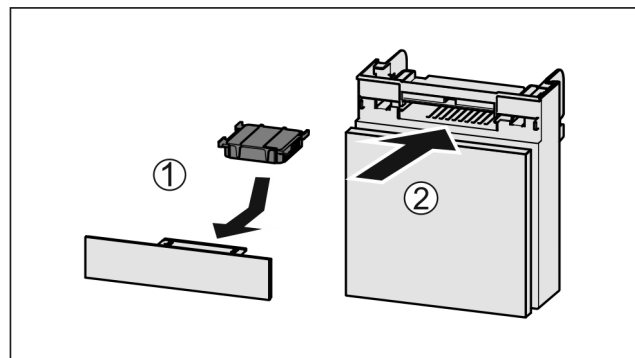

Fig. 159
- Filtr s aktivním uhlím vložte podle vyobrazení Fig. 159 (1).
- Zásuvku zasuňte Fig. 159 (2).